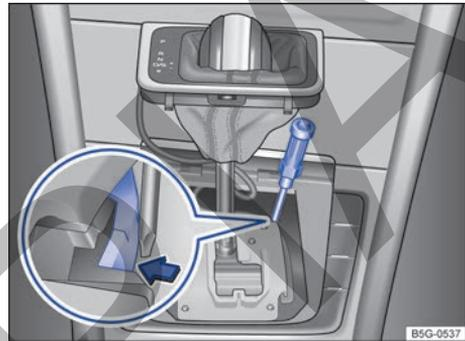
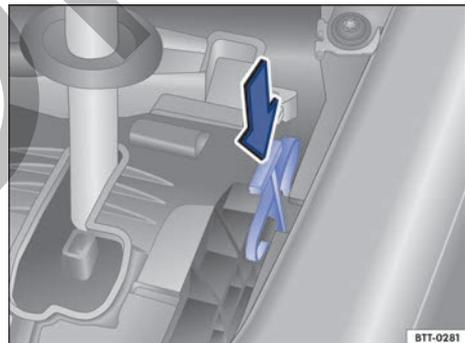

Fig. 117 Debajo de la cubierta de la corredera de la palanca selectora: desbloqueo de emergencia (variante 1).
Fig. 118 Debajo de la cubierta de la corredera de la palanca selectora: desbloqueo de emergencia (variante 2).
- Tire de la cubierta, por la zona del guardapolvo de la palanca selectora, hacia arriba y con cuidado junto con los cables eléctricos que lleve conectados → fig. 117.
- Con la hoja plana del destornillador de las herramientas de a bordo, presione la palanca de desbloqueo con cuidado en el sentido de la flecha y manténgala en esta posición → fig. 117 (variante 1) o presione la palanca de desbloqueo en el sentido de la flecha y manténgala en esta posición → fig. 118 (variante 2).